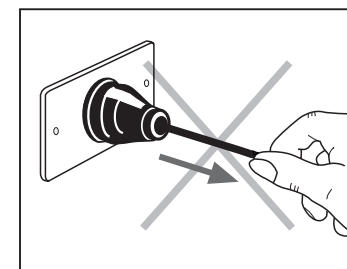

Abb. 2
- Um den Stecker aus der Steckdose zu ziehen, ziehen Sie nicht am Kabel oder das Gerät selbst. (**Abb. 2**).